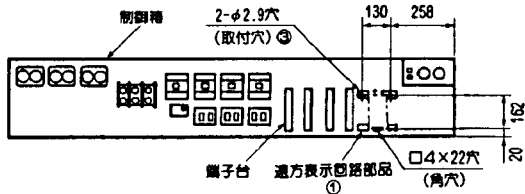

図1
(1) 制御箱の右下の角穴に遠方表示回路部品①の下部凸部を挿入し、取付穴に取付ネジ③を2個使用して取付けてください。（図1参照）
(1)制御箱の右下の角穴に再起動遅延回路部品①の下部凸部を挿入し、取付穴に取付ネジ③を2個使用して取付けてください。(図1参照)